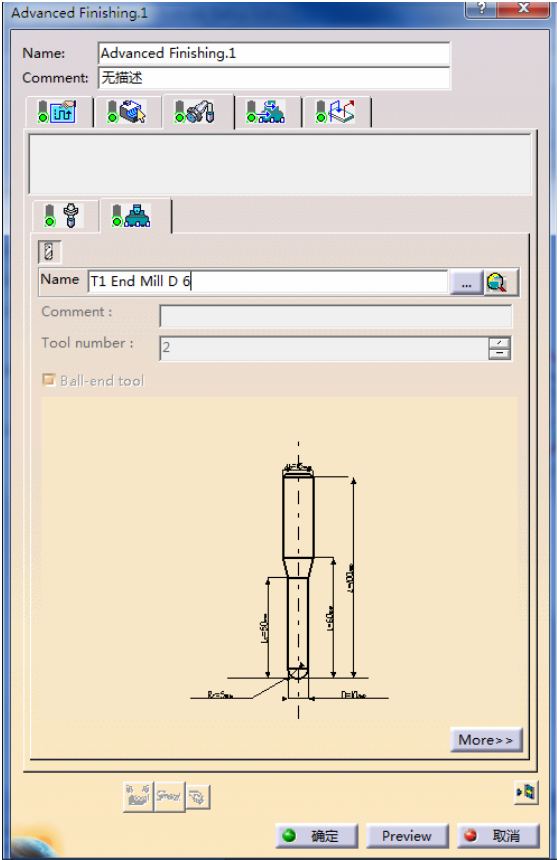

图 3-122 刀具参数选项卡 (6)
- 单击“Advanced Finishing.1”对话框中的，切换到刀具参数选项卡 (6)，在“Name”文本框中输入“T1 End Mill D6”，选中“Ball-end tool”复选框，如图 3-122 所示。